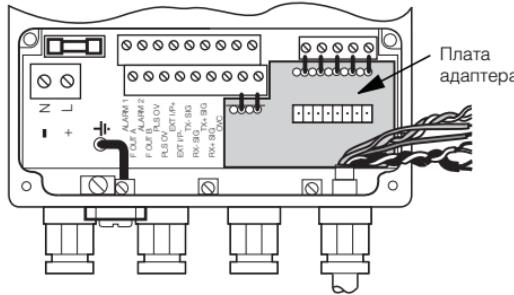

Рис. 3.2 Установка платы адаптера
3. Осторожно сместите проводку датчика в одну сторону и вставьте плату адаптера так, чтобы ее штырьки вошли в клеммные колодки – см. Рис. 3.2. Затяните винты клеммных колодок.